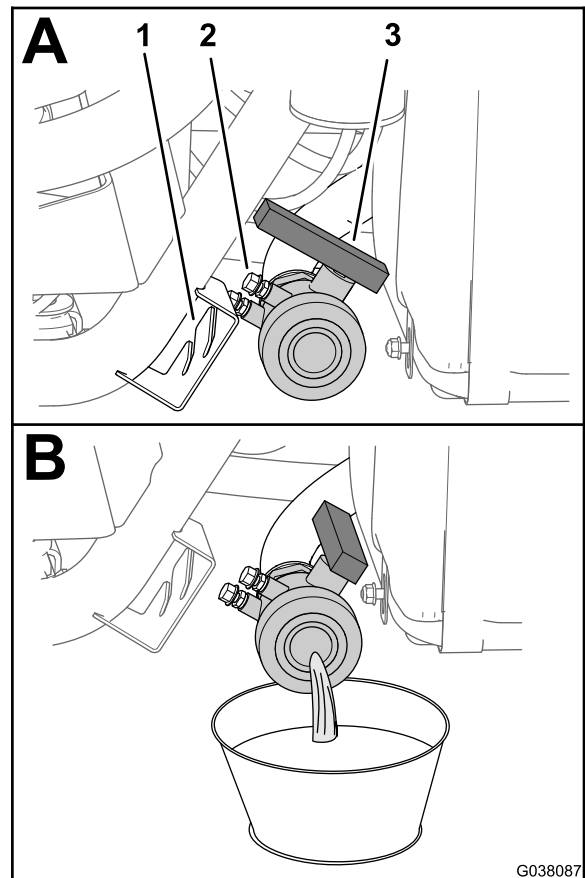

Bild 2
3. Lassen Sie das Wasser aus dem Sprühbehälter (Bild 2) ab; weitere Informationen finden Sie unter „Reinigen des Sprühfahrzeugs“ in der *Bedienungsanleitung* für die Maschine.